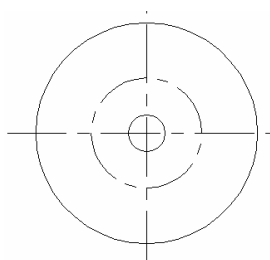

图 4-34
(4)将轮廓线设置为当前层，单击【绘图】工具栏上的按钮，绘制两个圆，半径分别为 10，60。如图 4-34 所示。